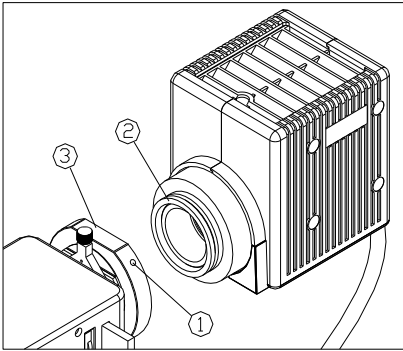

图 5
(1) 把照明器上的紧固螺钉①完全松开。（如图 5）
(2) 将灯源组连接座②轻轻推入照明器组的灯源连接座③中，并且推到底，然后拧紧紧固螺钉①。